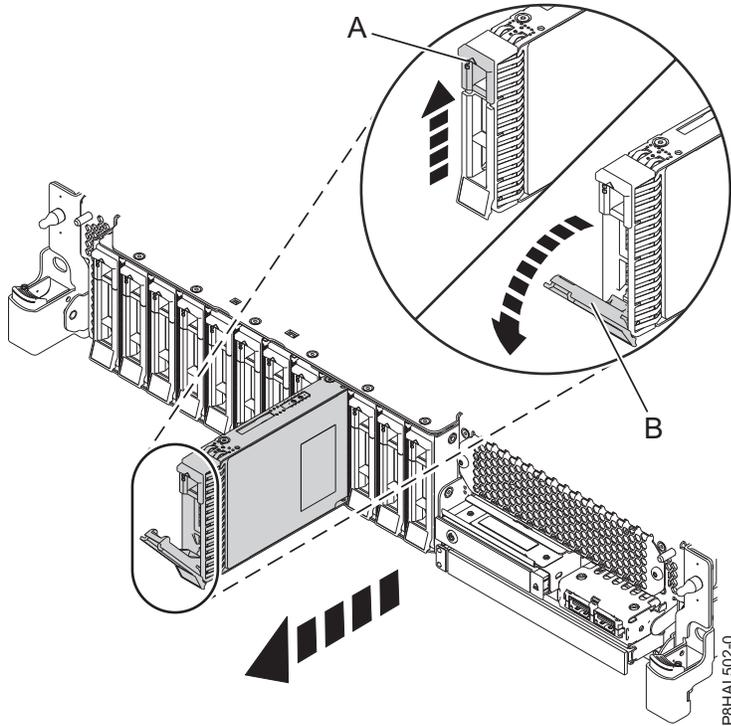
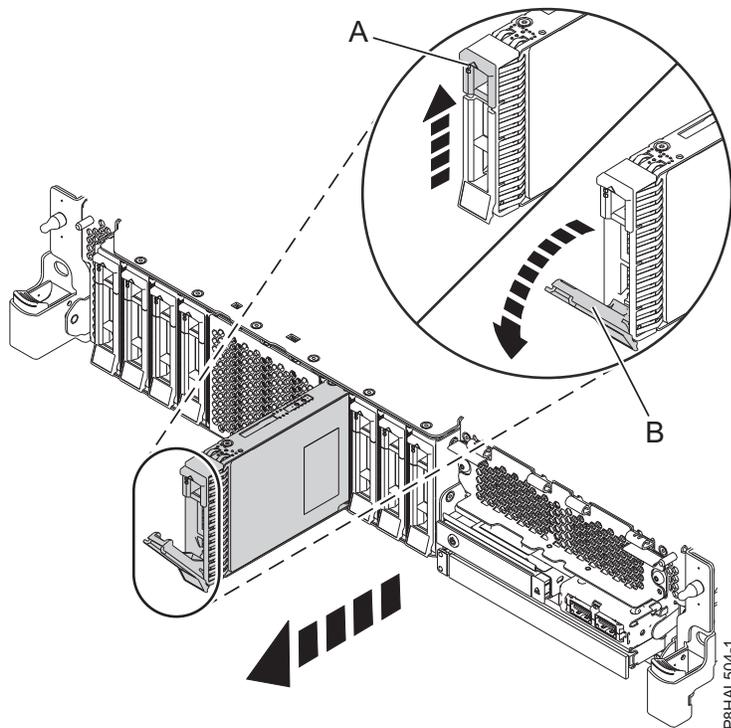

Figure 89. Retrait d'une unité de disque d'un système à fonction de base
Figure 90. Retrait d'une unité de disque d'un système à fonction étendue
3. Lorsque le voyant d'identification clignote, déverrouillez la poignée de l'unité (**B**) en appuyant dessus (**A**) et en la tirant vers vous. Voir : figure 89, à la page 91 et figure 90, à la page 91. Si la poignée n'est pas complètement sortie, vous ne pouvez pas retirer l'unité SSD du système.